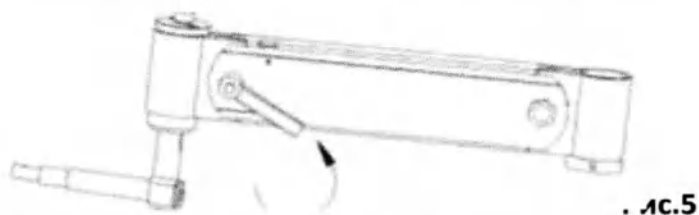

Рис.5
7) Ослабьте рычаг в направлении стрелки; (Рис.5)